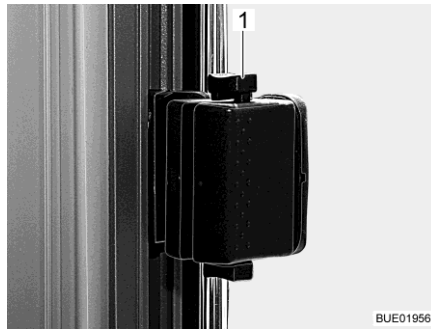

Fig. 103 Fenêtre coulissante, verrouillée
- Pousser le verrou (Fig. 103,1) vers le bas.